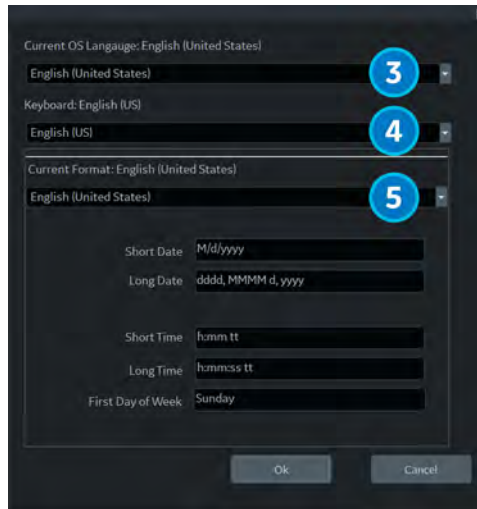

Рис. 3-19. Диалоговое окно региональных параметров
В Великобритании рекомендуется использовать язык ENG (1), английский (США) OS (3) и изменить настройки времени/даты «Текущий формат» на английский (Великобритания) (4) (см. Рис. 3-19 на стр. 3-43).